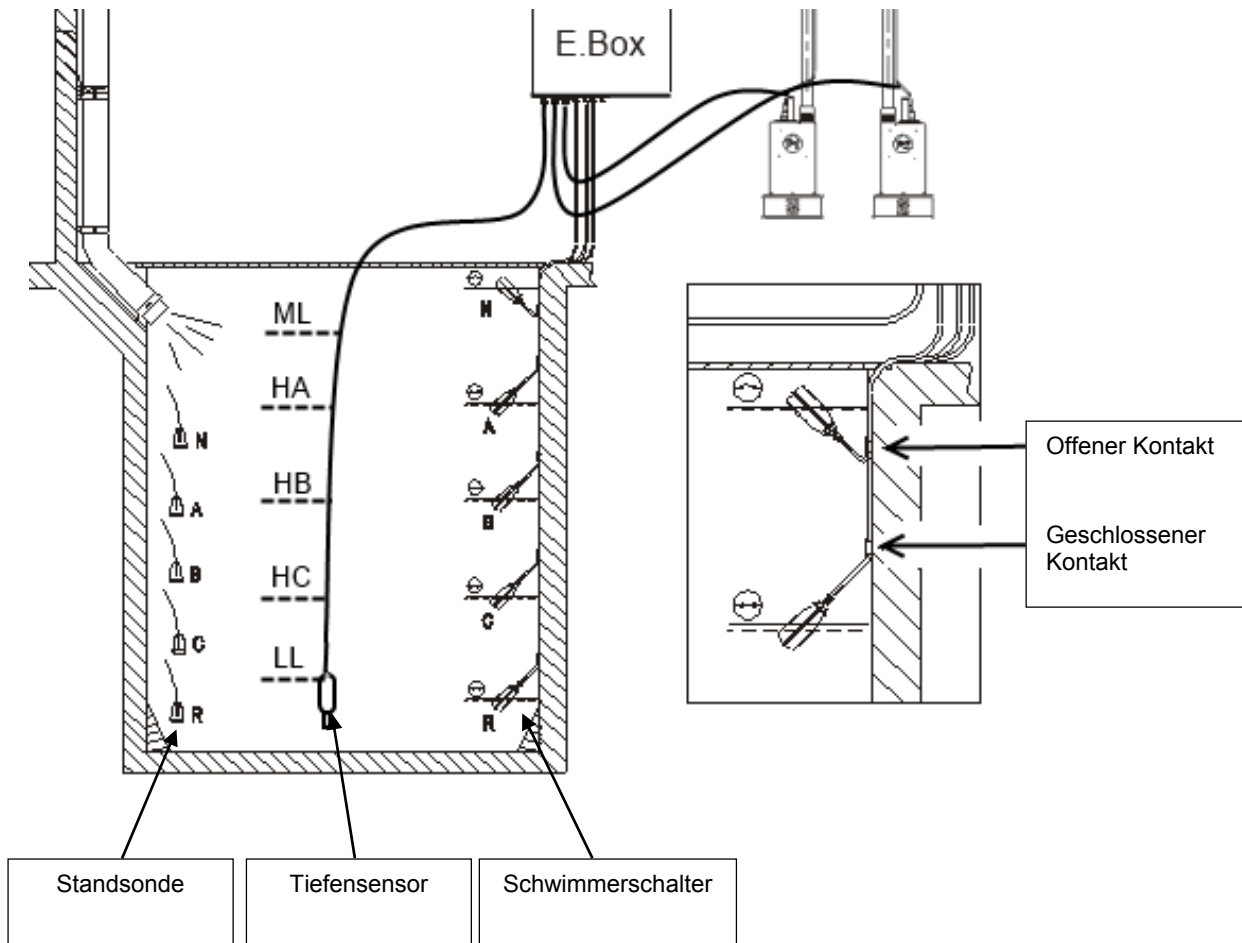
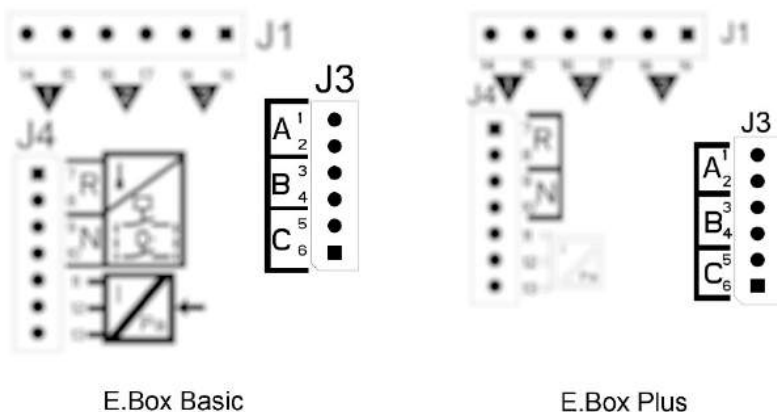

Abbildung 19: Schaltplan der Eingänge Füllsystem
Abbildung 22: Eingänge
- Schwimmerschalter zum Füllen verwenden, geschlossener Kontakt bei niedrigem Wasserstand, siehe Abbildung 19 Schaltplan der Eingänge Füllsystem.
- **System mit 2 Schwimmerschaltern:** in diesem Fall werden die Eingänge B und C verwendet (A bleibt frei). Die Schwimmerschalter im Becken werden wie in Abbildung 19 gezeigt positioniert. Für die Elektroinstallation siehe Abbildung 22.
- **System mit 2 Standsonden:** in diesem Fall werden die Eingänge B und C verwendet (A darf nicht überbrückt werden). Die Standsonden im Becken werden wie in Abbildung 19 gezeigt positioniert. Für die Elektroinstallation siehe Abbildung 22.
- **System mit 3 Schwimmerschaltern:** in diesem Fall werden die Eingänge A, B und C verwendet A, B e C. Die Schwimmerschalter oder Standsonden werden wie in Abbildung 19 gezeigt positioniert. Für die Elektroinstallation siehe Abbildung 22.